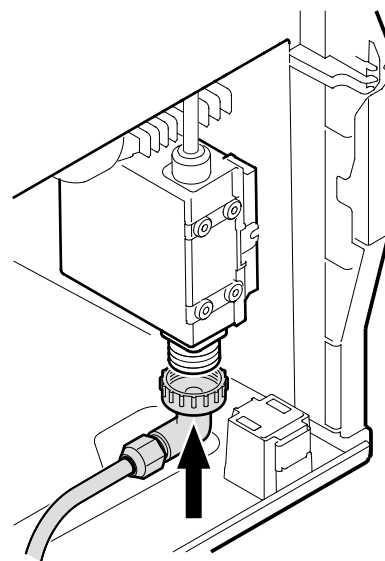

Figure 15
5. Visser l'adaptateur de diamètre extérieur sur l'électrovanne (**Figure 15**).